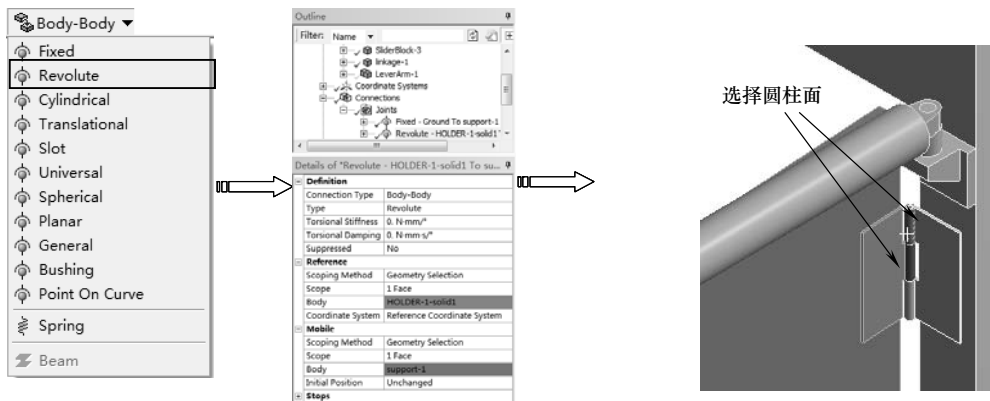

图 10-87 创建旋转副
10) 单击【Connections】工具栏上的【Body-Body】|【Revolute】命令，分析树中增加【Revolution-No Selection To No Selection】节点。分别选择如图 10-87 所示的表面，单击详细设置窗口中的【Reference】和【Mobile】列表中【Body】下的【Apply】按钮完成，如图 10-87 所示。